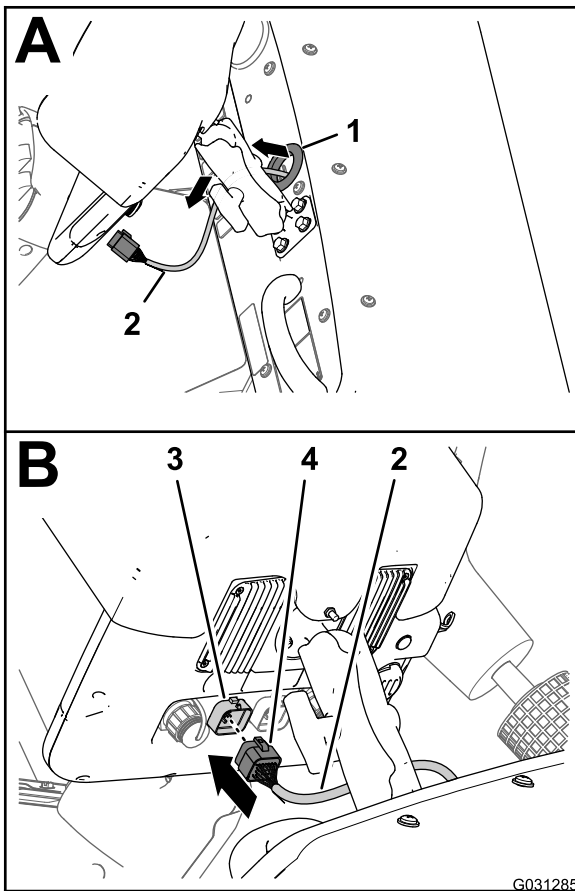

Figura 168
5. Passe a secção com 220 cm da cablagem dos dados para cima através do olhal que rodeia o orifício no painel de instrumentos (Figura 168).
6. Alinhe o conector de 26 tomadas da cablagem dos dados com o conector de 26 pinos do mostrador de pulverização e pressione o conector da tomada para o conector do pino até o trinco do conector ficar bem preso (Figura 168).